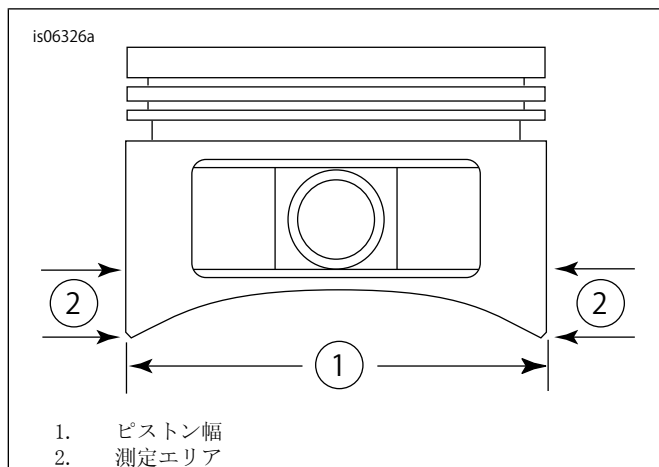

図1。ピストン測定
5. 「図1」を参照してください。ピストンピン穴の両側から水平に90度、スカートの最下部から0.465インチ上(2)のピストン幅(1)を測定します。この位置でのピストンとシリンダーとの嵌合具合については表2を参照してください。